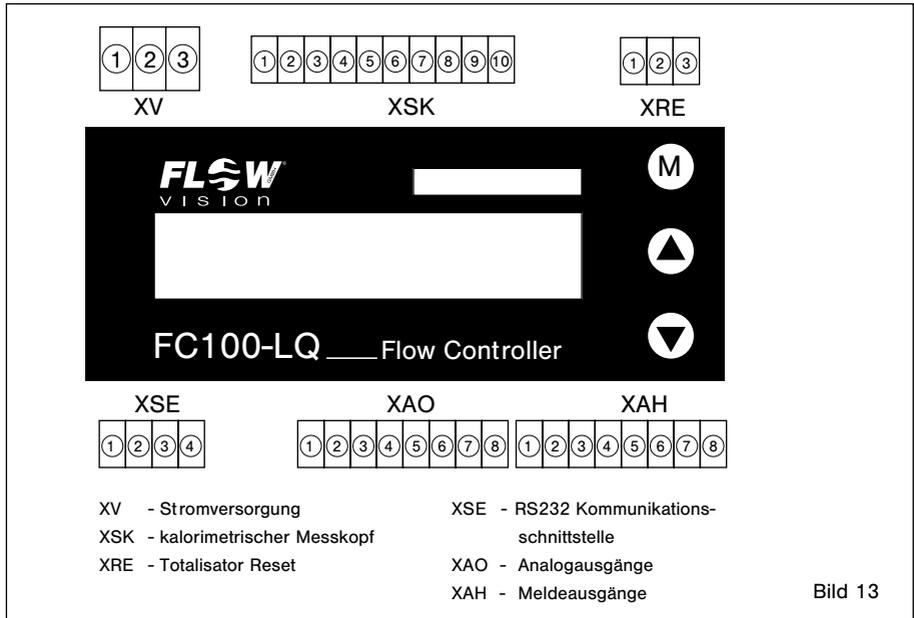

Bild 13
- Das Feldgehäuse mit 4 Schrauben M4 (siehe Bild 13 ) an dem vorgesehenen Ort befestigen.